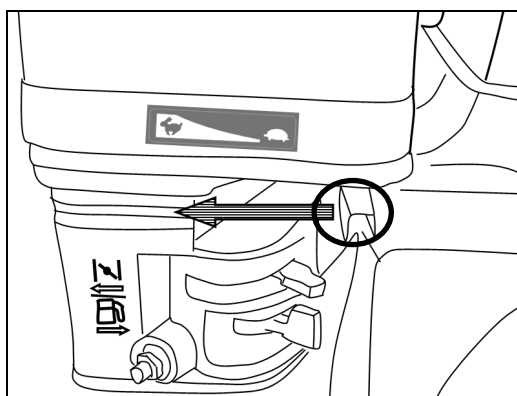

Fig.9
D. Spostare la leva dell'acceleratore nella posizione superior (fig. 9)